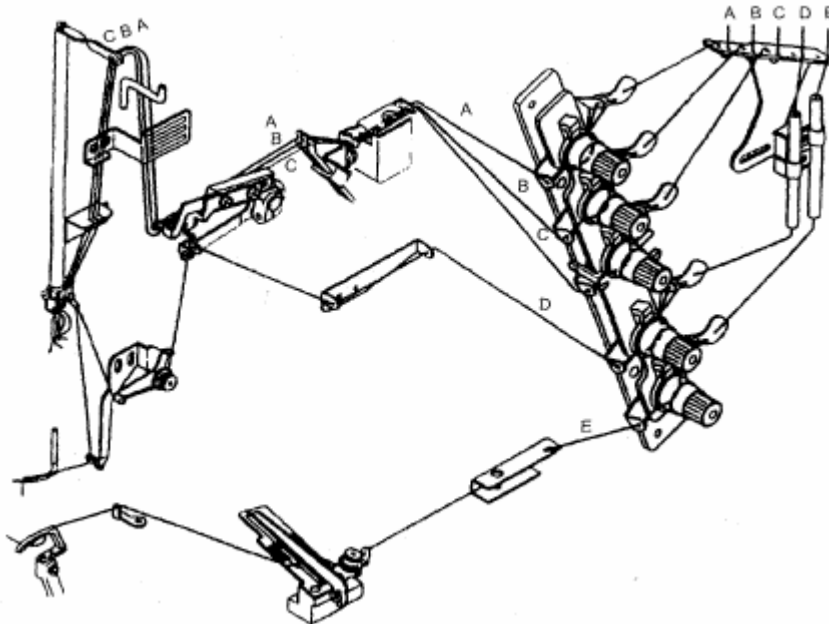

Рис. 10
4. Скорость шитья и установка шкива (Рис. 10)
Заправка нитей в машину показана на Рис. 10. А, В и С – игольные нити; Е – нить петлителя.